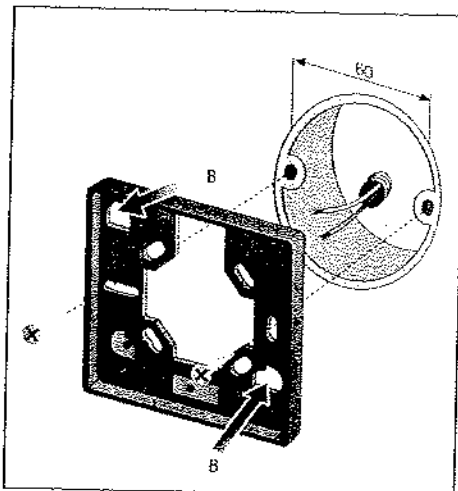

fig.7 - εικ.7
- In caso di installazione su scatola tonda interasse 60mm, su superficie non perfettamente piana o in altri casi particolari, utilizzare l'accessorio sottobase (vedere capitolo "Accessori a richiesta"). Fissarlo mediante una coppia di fori ad eccezione di B-B, previsti per il termostato. (fig.7)
- In case the thermostat shall be installed either in a round built-in box (having distance between centres equal to 60mm), or on an uneven wall surface or in other particular locations, it is recommended to use a sub-base fitting (see paragraph "Optional Accessories"). Fix the fitting to the wall through two holes other than the ones marked as B-B, which are exclusively provided for the thermostat installation. (fig.7)